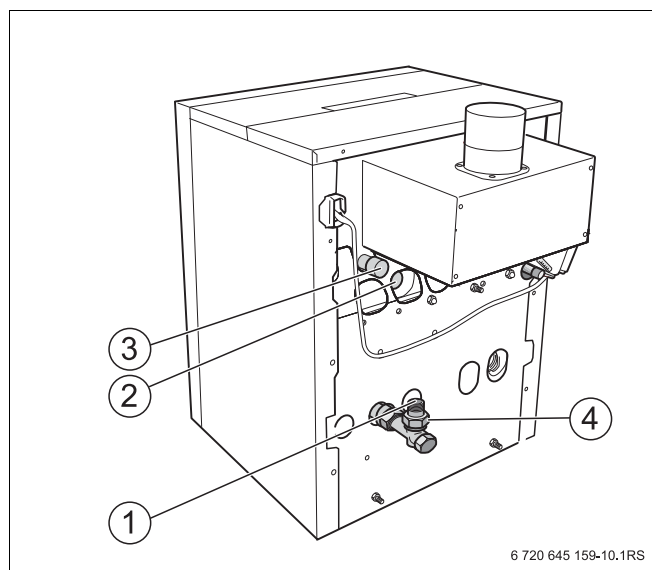

Рис. 10 Подключения Logano G124 WS
- Обратную линию системы отопления всегда подключать к переходнику с G 1¼ на R 1 (Рис. 10, поз. 4).
- Подключить подающую линию системы отопления к патрубку на отопительном котле VK (Рис. 10, поз. 3).
- Подключить подающую линию бака-водонагревателя к VS (Рис. 10, поз. 2).